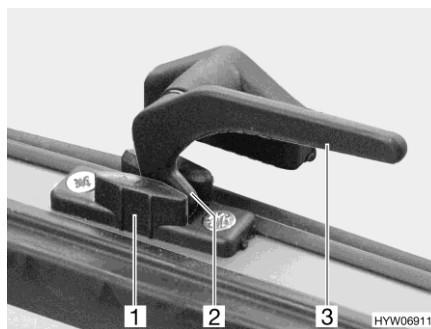

Fig. 68 Leva di serraggio (posizione "Aerazione continua")
- In posizione di "Aerazione continua" (Fig. 68)
- Ruotare tutte le leve di serraggio (Fig. 68,3) di un quarto di giro verso il centro della finestra.
- Girare nuovamente all'indietro tutte le leve di serraggio. Riportare contemporaneamente il nasello di chiusura (Fig. 68,2) nella rientranza della chiusura della finestra (Fig. 68,1).